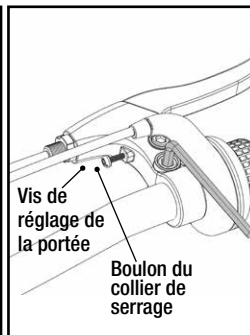

Figure 62
Vérifiez pour vous assurer que le levier est bien serré. S'il est serré convenablement, il ne devrait pas bouger sur le guidon. La portée des leviers de frein peut aussi être ajustée. Une vis permet de modifier l'endroit où le levier repose, ce qui est particulièrement utile pour les cyclistes ayant de petites mains. Ce réglage peut être effectué avec un simple tournevis cruciforme standard (A) (voir la Figure 62).